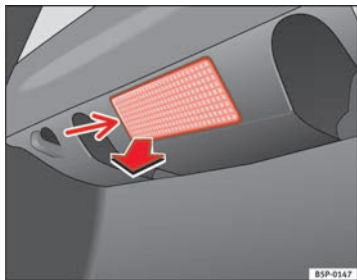

Abb. 149 Gepäckraumbeleuchtung
- Das Lampenglas der Glühlampe durch Druck mit einem Schraubendreher auf dessen Unterkante -Pfeil- abnehmen ⇒ Abb. 149.